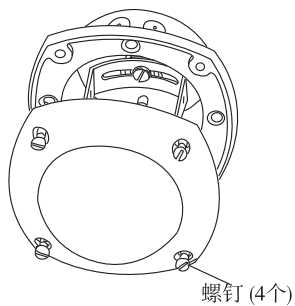

图 4
- a. 松开半球罩上的四个螺钉，不要把螺钉从半球罩上卸下。（见图4）